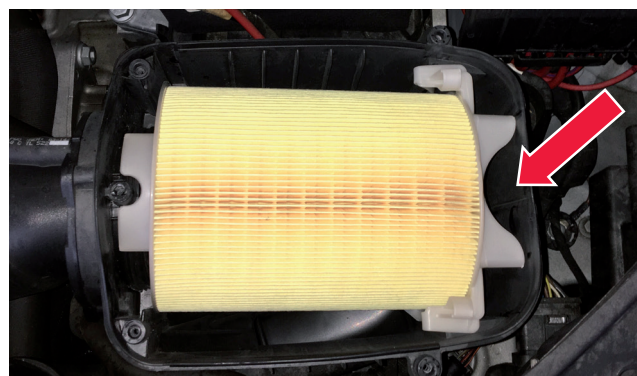

Figure 3 : étape 2 du montage : enclencher les éléments de fixation
2. Le côté gauche se fixe à la main, tandis que le côté droit s'enclenche dans le dispositif correspondant (figure 3).